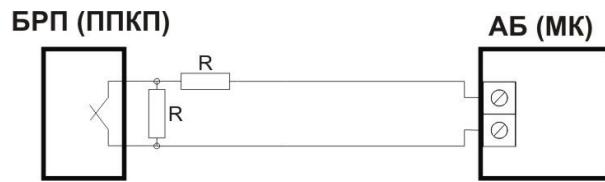

Рисунок 2.23
- 1) В нормальном режиме величина сопротивления линии определяется резистором R (4.7кОм). В случае тревоги или сбое в работе УЭ эта величина меняется на 2R (нормально замкнутый вход рис.2.23), либо R/2 (нормально открытый вход или открытый коллектор рисунок 2.24).